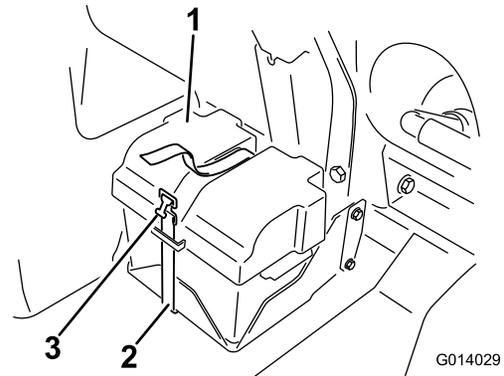

Figura 60
3. Instale la cubierta de la batería, sujetándola con la correa que retiró anteriormente (Figura 60).